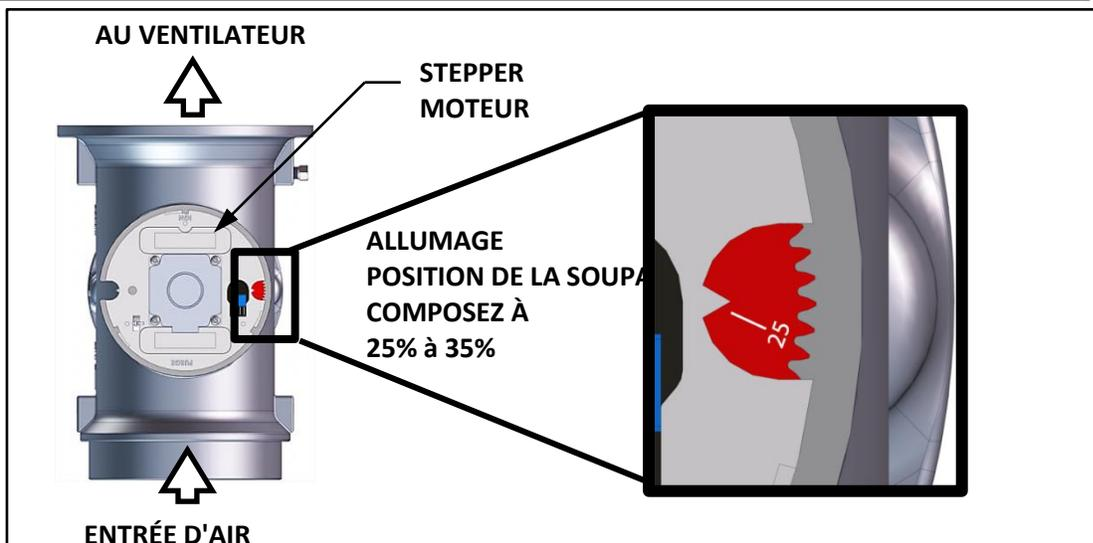

Figure 4-5: Soupape d'air/carburant en position d'allumage
- La soupape d'air/carburant tourne jusqu'à la position d'allumage et ferme le contacteur de contact. Le cadran de la soupape air/carburant (Figure 4-5) se lira entre **25** et **35** pour indiquer que la soupape est en position de feu bas.